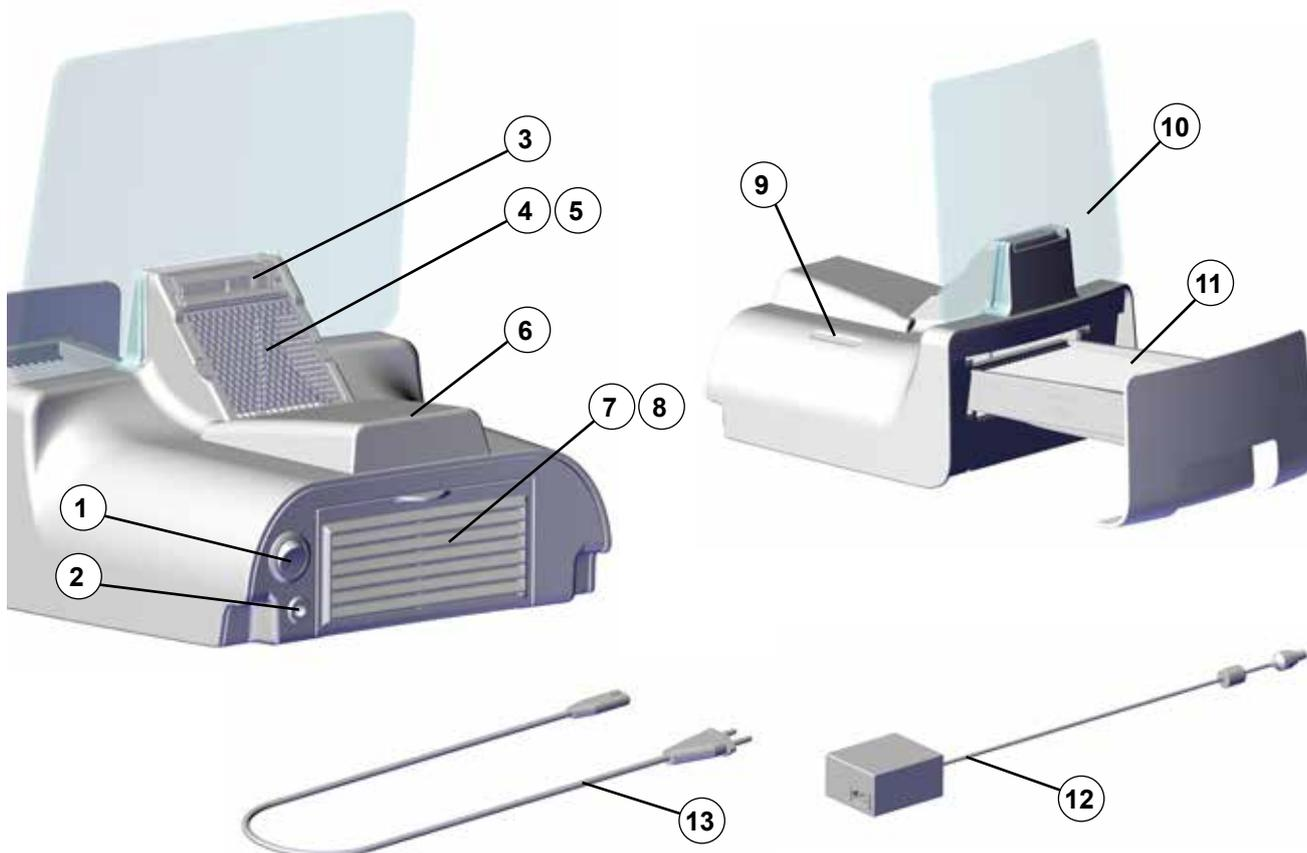

Fig. 1
- ⇒ Éteindre l'appareil en appuyant sur le commutateur marche / arrêt (1, Fig. 1).
- ⇒ Brancher le câble secteur (13, Fig. 1) dans le chargeur (12, Fig. 1).
- ⇒ Brancher la fiche du chargeur dans le raccord de charge (2).
La mise en marche et à l'arrêt de l'appareil s'effectue à l'aide du commutateur marche / arrêt (1, Fig. 1).